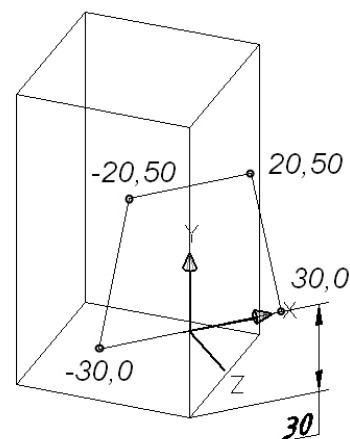

Рис. 6.11
2. При построении контура горизонтального призматического отверстия с помощью полилинии использовать абсолютные координаты (рассчитать относительно точки 0,0, где расположена ПСК, согласно форме отверстия), предварительно привязав ПСК к точке на ребре призмы, например, как на рис. 6.11.